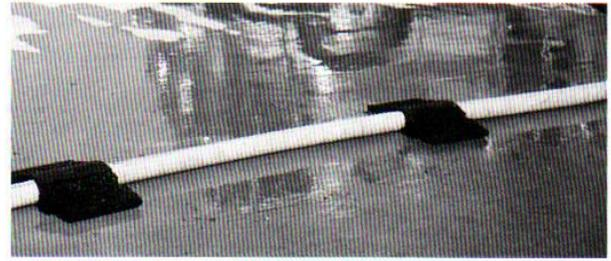

Figura 12.5 Puentes para mangueras en uso.
- Utilice rampas o puentes para mangueras con la intención de protegerlas de los vehículos que pasen por encima (véase la figura 12.5).